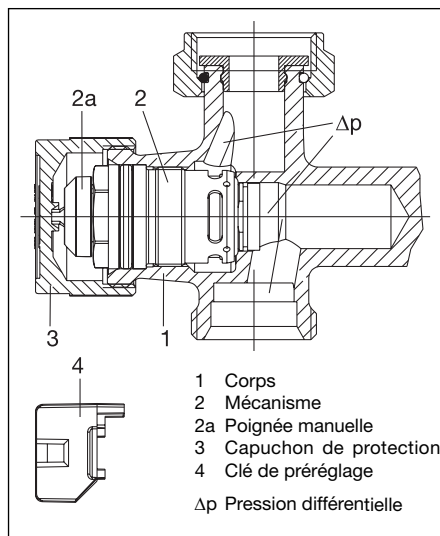

Fig. 7 Conception du robinet thermostatique
Le débit maximal peut être réglé à l'aide de la clé de préréglage (pos. 4, fig. 7) (voir paragraphe 6.2.2).
Avec l'appareil de mesure raccordé, la pression différentielle disponible au corps de robinet est mesurée. Pour ce faire, dévisser le mécanisme (pos. 2, fig. 7) à l'aide du «Demo-Bloc» et effectuer une mesure avec la tige pour mesurer la pression différentielle. Dès que la pression différentielle mesurée atteint un niveau supérieur ou égal à la pression différentielle Δp min. (voir 4.1), elle est assez élevée pour permettre la régulation automatique du débit par le robinet.
Le raccord est livré avec un capuchon de protection plastique (pos. 3, fig. 7) protégeant la tige du robinet et servant au réglage manuel du robinet thermostatique pendant les travaux de construction.
Procéder au préréglage selon la valeur souhaitée à l'aide de la clé de préréglage (pos. 4, fig. 7). Le préréglage ne peut être effectué qu'à l'aide de la clé de préréglage fournie qui est montée sur la poignée manuelle (pos. 2a, fig. 7). Cela évite tout risque de déréglage de la valeur réglée par des personnes non autorisées.
Dans ce cas, dévisser le mécanisme (pos. 2, fig. 7) du corps (pos. 1, fig. 7) à l'aide du «Demo-Bloc» sans vidanger l'installation.